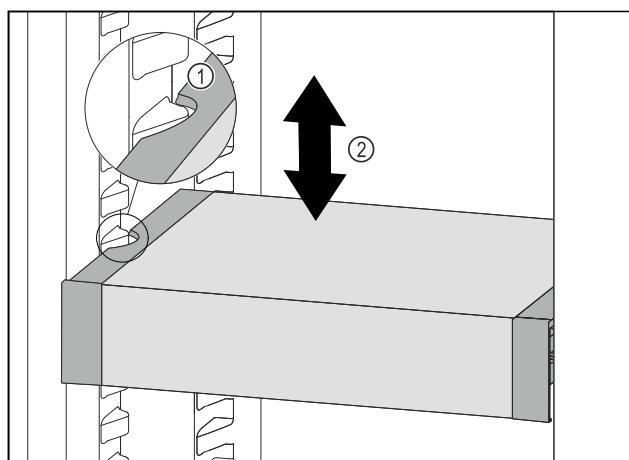

Fig. 154
- Predal VarioSafe povlecite v smeri naprej, dokler nista stranska izreza predala VarioSafe na višini nastavka za posodo v hladilniku. Fig. 154 (1)
- Predal VarioSafe premikajte v hladilniku gor ali dol, dokler ne dosežete želene višine. Fig. 154 (2)